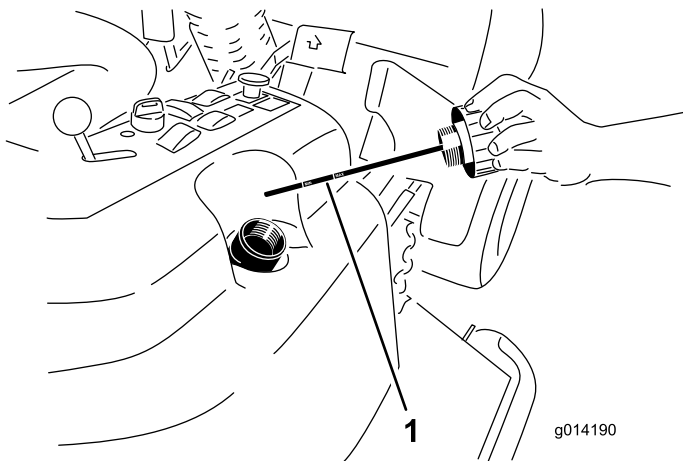

Figure 89
4. Enlevez le bouchon (Figure 89) du goulot de remplissage du réservoir hydraulique.
5. Retirez la jauge et essuyez-la sur un chiffon propre (Figure 89).
6. Vissez la jauge dans le goulot de remplissage, ressortez-la et vérifiez le niveau de liquide (Figure 89).